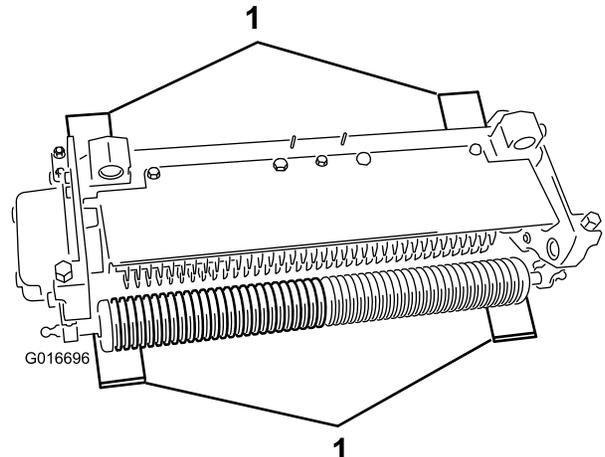

Figura 9
2. Coloque 4 barras indicadoras, que têm a profundidade desejada de penetração da lâmina abaixo do solo, debaixo do rolo frontal e traseiro da unidade de escarificação (Figura 9).